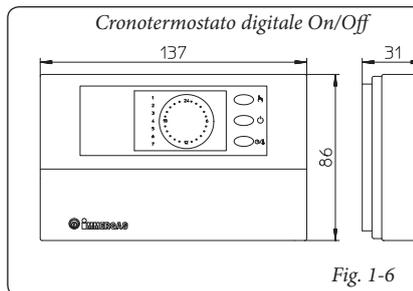

Fig. 1-6
- Cronotermostato digitale On/Off (Fig. 1-6). Il cronotermostato consente di: